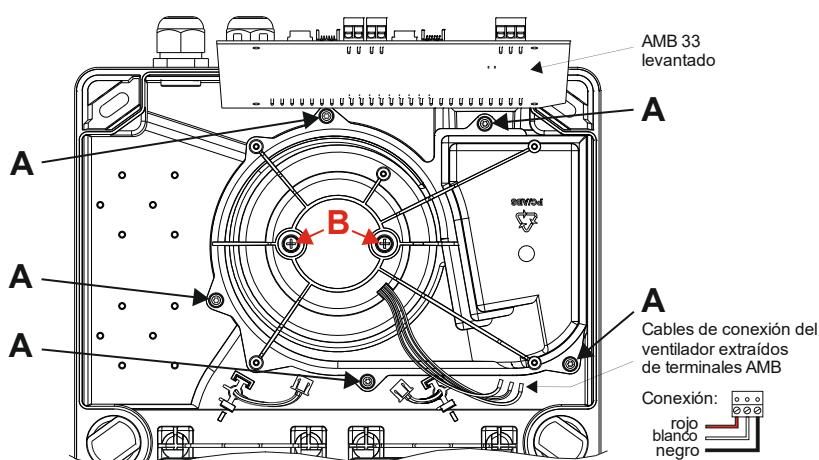

Fig. 50 Desmontaje de la unidad de ventilación para la aspiración
Para sustituir la unidad de ventilación para la aspiración AFU 35 es necesario desmontar el Main Board AMB 33. Para ello deberán desconectarse previamente y con cuidado todas las conexiones de cable internas. Los tres cables de conexión del ventilador deben sacarse de los bornes de conexión. No es obligatorio desconectar los bornes de conexión enchufables 1 a 26. Una vez extraídos los tornillos de fijación del AMB 33 con un **destornillador Torx T10**, el AMB 33 podrá levantarse en dirección a las entradas de cable, para así acceder a los tornillos de fijación de la unidad de ventilación para la aspiración. Para desmontar la unidad deberán extraerse los cinco tornillos **A** con un **destornillador Torx T15** (véase la Fig. 50).
- Al conectar la nueva unidad de ventilación para la aspiración debe prestarse atención al color de los cables (según la Fig. 50).